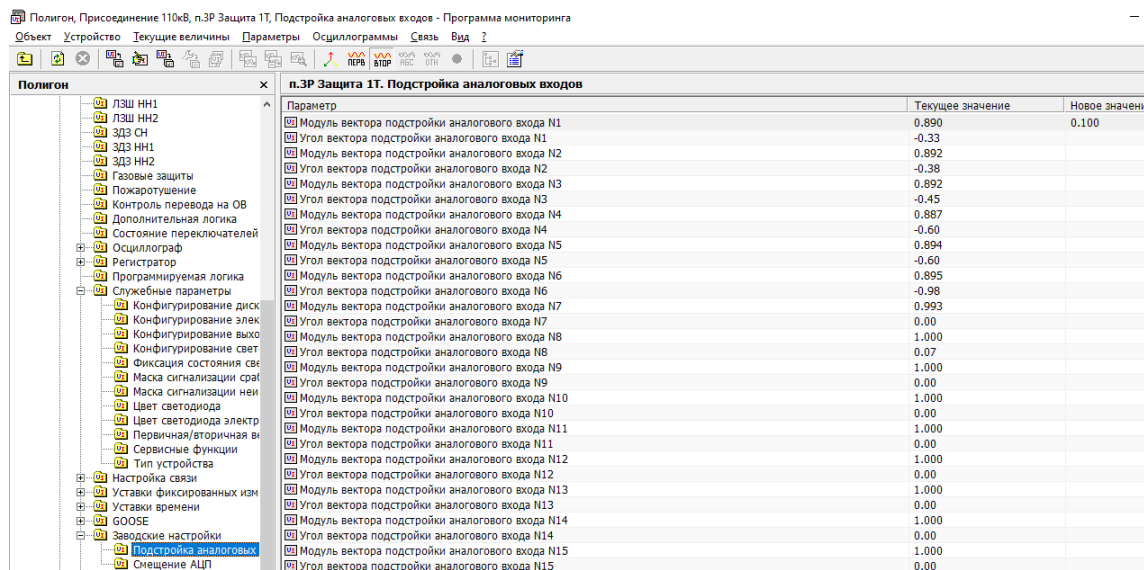

Рис. 53. Подстройка аналоговых входов
14) В процессе наладки, если подстроечные коэффициенты не заданы заводом или погрешность измерений больше допустимых (не забыть про погрешность РЕТОМа), необходимо произвести калибровку аналоговых входов. Зайти во вкладку *регулируемые параметры / заводские настройки/ подстройка аналоговых входов* (рис. 53).